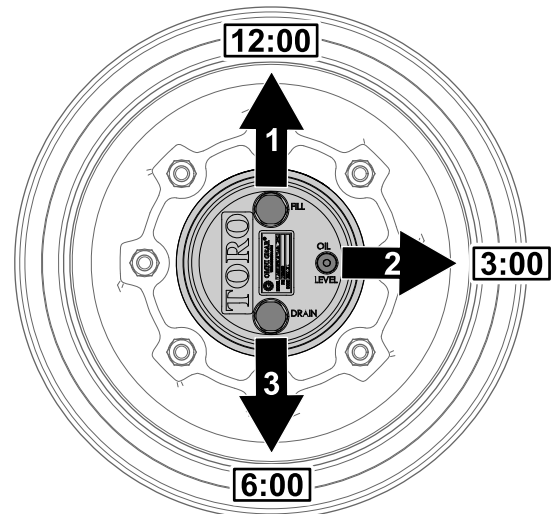

Figure 137
1. Garez la machine sur une surface plane et horizontale, tournez la roue de sorte que le bouchon de remplissage soit à la position 12 heures, le bouchon de contrôle soit à la position 3 heures et le bouchon de vidange soit à la position 6 heures (Figure 137).
2. Retirez le bouchon de contrôle à la position 3 heures (Figure 137).
1. Garez la machine sur une surface plane et horizontale, tournez la roue de sorte que le bouchon de remplissage soit à la position 12 heures, le bouchon de contrôle soit à la position 3 heures et le bouchon de vidange soit à la position 6 heures ; voir Figure 137 sous Contrôle du niveau de lubrifiant du train planétaire (page 78).